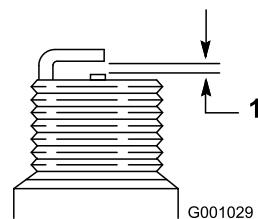

Figura21
4. Setați spațiul dintre electrozi pe o nouă bujie la 0,76 mm (0,030 inch) (Figura21).